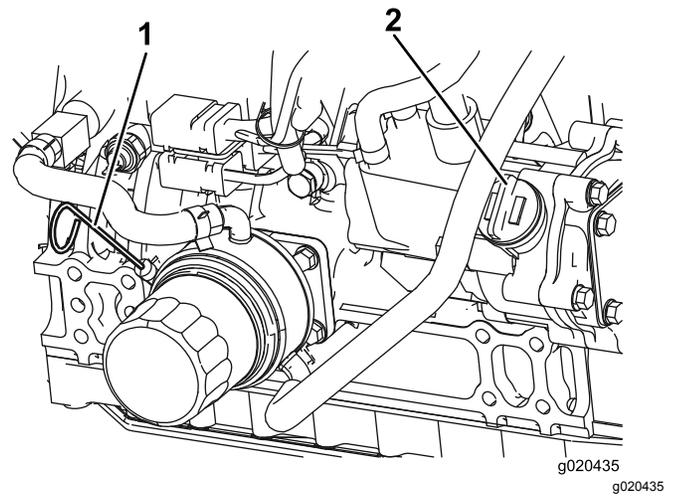

Figura 8
3. Retire la varilla, límpiela, vuelva a colocarla en el tubo y retírela de nuevo. El nivel de aceite debe llegar a la marca LLENO (Figura 8).
4. Si el nivel de aceite está por debajo de la marca LLENO, retire el tapón de llenado (Figura 8) y añada aceite hasta que el nivel llegue a la marca LLENO. **No llene demasiado.**